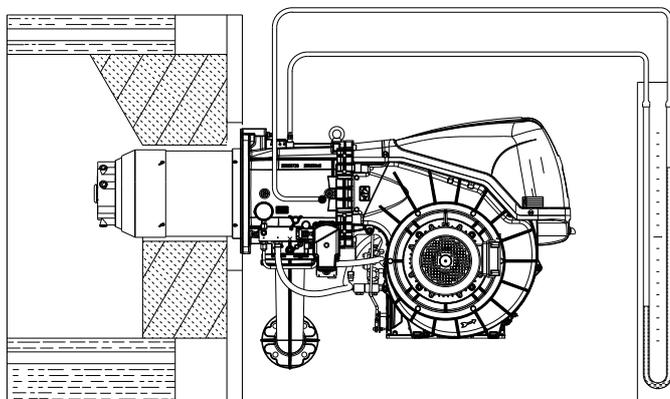

Fig. 34
- Monter un manomètre en U ou un manomètre de type différentiel (Fig. 34), avec la prise (+) sur la pression de gaz du manchon et (-) dans la chambre de combustion.
L'arrivée de gaz au manchon est mise en évidence sur le manomètre en U (Fig. 34).
À titre d'orientation, on peut le trouver dans le Tab. M à la page 28, il suffit de lire la pression du gaz sur le manomètre en U, voir Fig. 34 à la page 34, et suivre les indications.